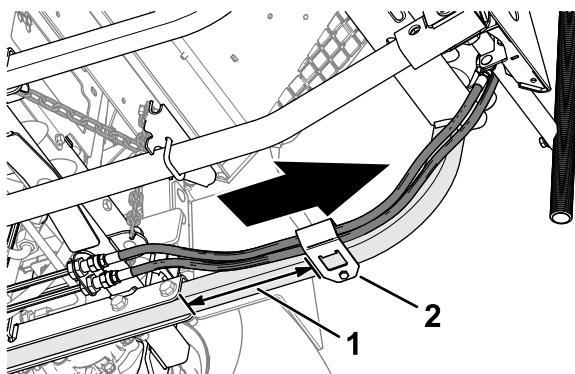

Figure 17
- Amenez le vérin et les flexibles à l'arrière du cadre de levage (Figure 17).
- Placez le protège-flexibles autour des flexibles à 9 cm (3,5 po) du profilé de tube arrière, comme montré à la Figure 17.